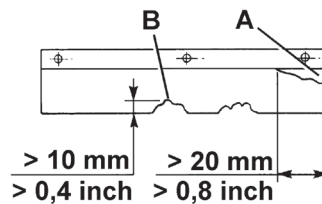

Figure 13
4. Dévisser les pommeaux (23) et (21) et enlever les portillons droit (22) et gauche (20).
5. Contrôler l'intégrité des volets latéraux (13 et 14). Remplacer les volets s'ils portent des coupures (A, Fig. 13) de plus de 20 mm ou des déchirures (B) de plus de 10 mm (pour le remplacement des volets, se référer au Manuel d'entretien).
9. Contrôler l'intégrité des volets avant (15) et arrière (16). Remplacer les volets s'ils portent des coupures (A, Fig. 13) de plus de 20 mm ou des déchirures (B) de plus de 10 mm (pour le remplacement des volets, se référer au Manuel d'entretien).